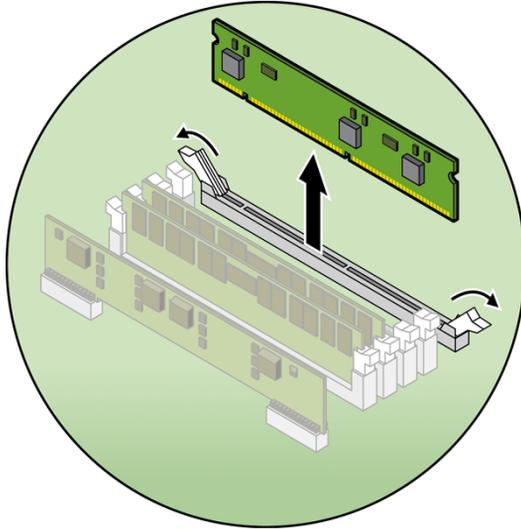

FIGURE 4-26 Retrait d'un VRM de mémoire
7. Retirez le VRM en appuyant sur les barres d'éjection aux deux extrémités de la fiche (voir FIGURE 4-26).